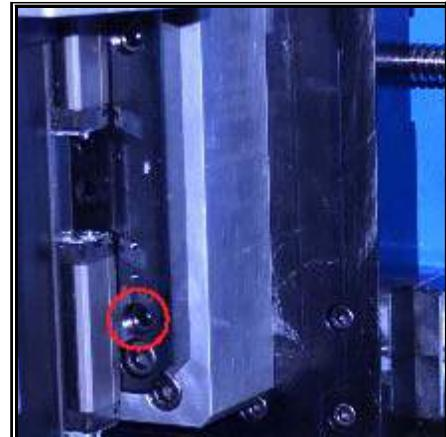

Рис. 3-61. РАСПОЛОЖЕНИЕ ВИНТОВ ПО ОСИ X
- c) Отрегулируйте винты по оси X (показаны на рис. 3-61), чтобы показания индикатора находились в пределах 0,001 дюйма (0,03 мм).